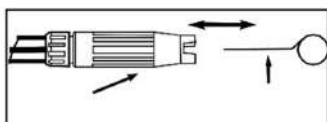

Figura 5- Insertar el limpiador de la punta en el orificio de la boquilla y moverlo hacia delante y hacia atrás hasta eliminar los restos.
5. Conecte la manguera de suministro de agua en el conector de entrada de agua. Ver figura 5 y 6. La manguera de suministro de agua no viene con la hidrolavadora de alta presión.
- Inserte el limpiador de la punta, o un clip para papel abierto, en el orificio de la boquilla y muévalo hacia delante y hacia detrás hasta eliminar los restos. (Ver figura 5.)